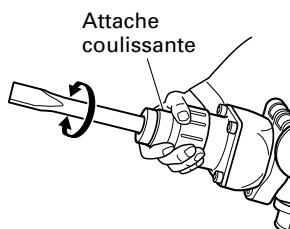

Fig. 9
- tourner l'attache coulissante comme indiqué à la Fig. 9 et fixer dans le sens de travail voulu.
- Commuter le sélecteur sur "frappe" en procédant comme indiqué au point (1) ci-dessus et fixer la position de l'outil.